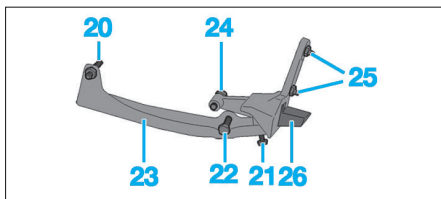

Fig. 9
- les fixations (20), (21) et (22) (Fig.9),
- le renfort d'impacteur (23),
- les fixations (24) et (25),
- l'impacteur (26).